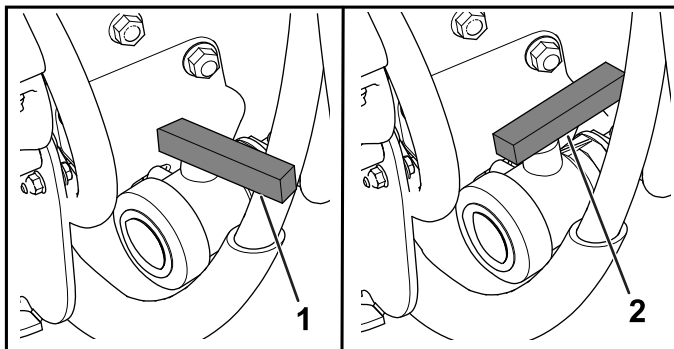

Figura 93
- Deschidei robinetul pentru a elimina toate materialele neutilizate din rezervor (Figura 93).
- Închidei robinetul de evacuare (Figura 93).